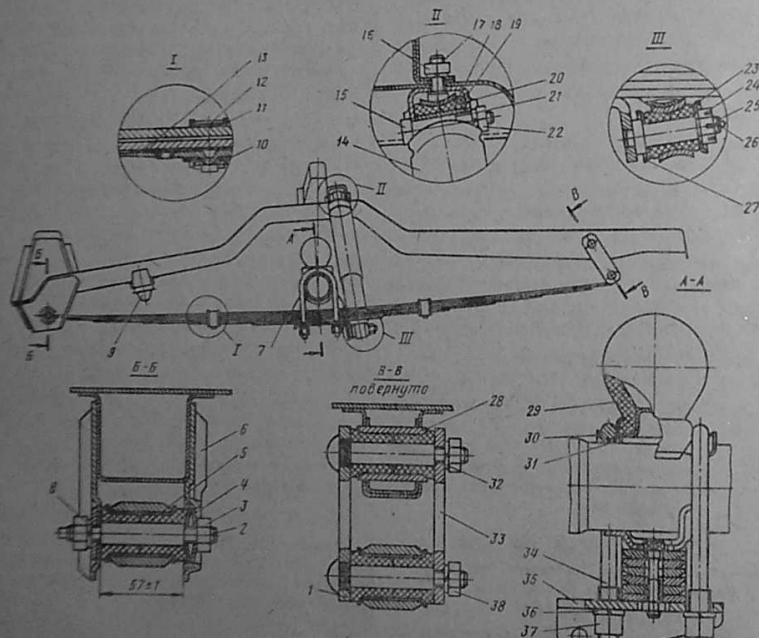

Рис. 119. Задняя подвеска с рессорой мод. 408.
Задняя подвеска автомобилей 2140 и 2138 (см. рис. 119) — зависимая, на двух продольных полуэллиптических рессорах, с гидравлическими телескопическими амортизаторами и резиновыми буферами хода сжатия.
2. Расклинизовать и отвернуть гайку 24 (рис. 119), снять чашку 23 и нижнюю монтажную проушину амортизатора с пальца вилки стрелы.
Замена межлистовых вставок. Замену изношенных межлистовых вставок 13 ресоры (см. рис. 119) можно производить без ее демонтажа с автомобиля, но при вывешенных (разгруженных) колесах. Для замены вставок, установленных на концах 2-го, 3-го, 4-го и 5-го листов, необходимо вставить большую отвертку между листами ресоры и разжать их. После этого удалить остатки изношенной полиэтиленовой вставки и, не вынимая отвертку, установить на прежнее место новую вставку (хомуты листов снимать не следует). При замене вставок необходимо тщательно осмотреть листы ресоры для обнаружения в них трещин.
2. Расшплинтовать гайку крепления нижней проушины амортизатора к пальцу накладке стремянок задней рессоры, отвернуть гайку 24 (см. рис. 119), снять чашку 23, монтажную проушину амортизатора и резиновую втулку с пальца накладке стремянок.